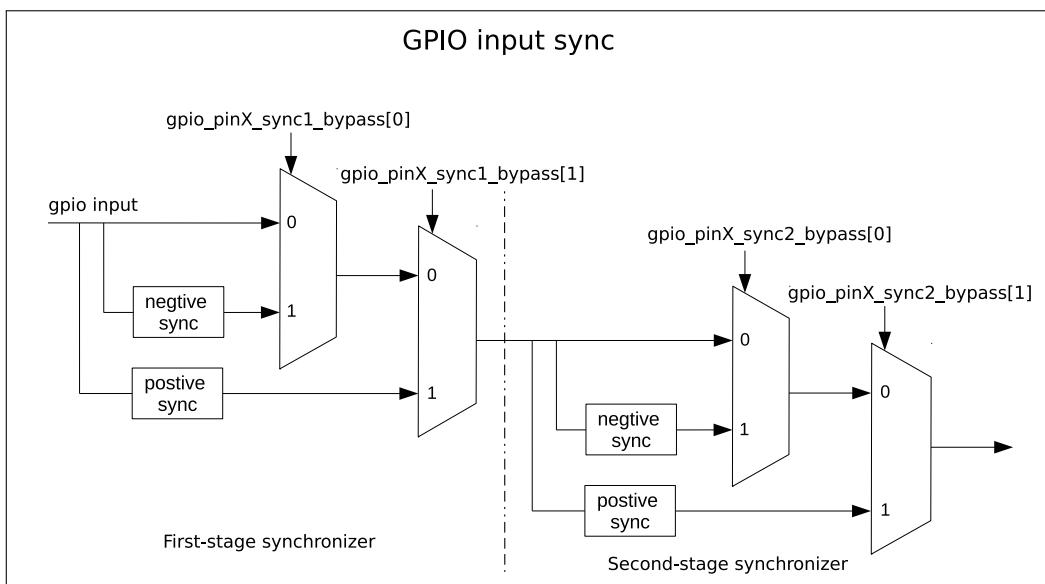

图 6-3. GPIO 输入经 APB 时钟上升沿或下降沿同步
GPIO SYNC 模块的功能如图 6-3 所示。其中，negative sync 表示 GPIO 输入信号经 APB 时钟的下降沿同步，positive sync 表示 GPIO 输入信号经 APB 时钟上升沿同步。
- 如图 6-3 所示，配置 GPIO_PINx_SYNC1_BYPASS 使能输入信号第一拍为上升沿或下降沿同步；
- 如图 6-3 所示，配置 GPIO_PINx_SYNC2_BYPASS 使能输入信号第二拍为上升沿或下降沿同步。